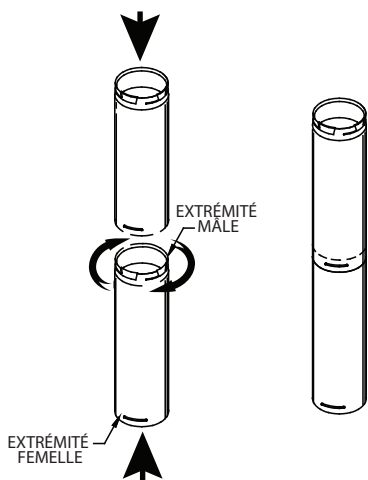
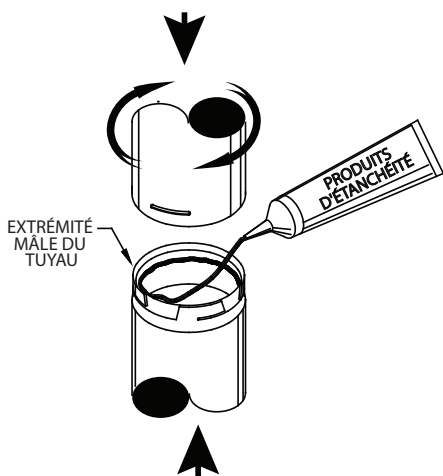

Figure 4
Figure 5
D. Raccorder les sections de tuyau. Fixer chaque section de tuyau PelletVent Pro en poussant l'extrémité mâle dans l'extrémité femelle et en imprimant une torsion jusqu'à ce que le tuyau soit en position verrouillée (Figure 4). Les sections de tuyau PelletVent Pro pipe n'ont besoin d'aucun produit d'étanchéité; cependant, dans certains cas, un agent d'étanchéité à base de silicone peut être utilisé pour sceller les endroits où les revêtements intérieurs se chevauchent pour de meilleurs résultats (Figure 5). Les vis ne sont pas nécessaires, mais des vis de 6,4 mm (1/4 po)